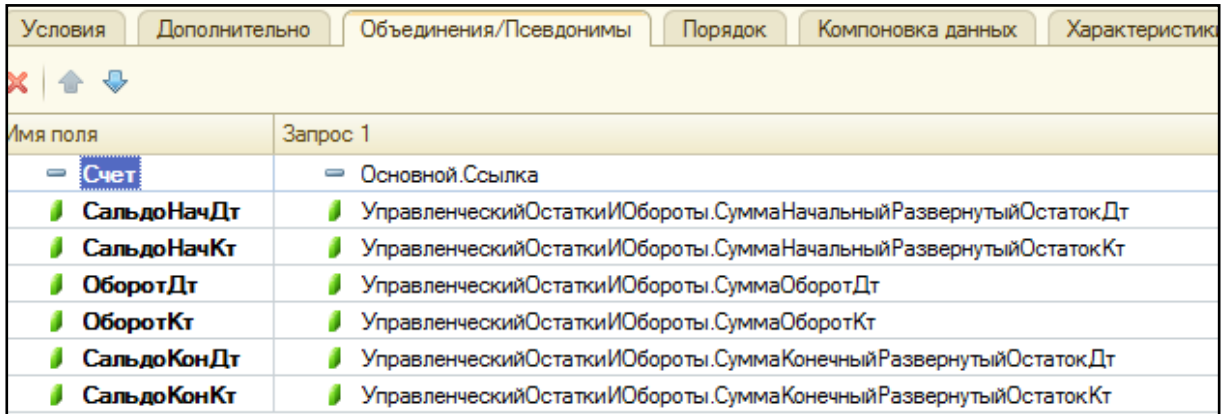

Рис. 82. Конструктор запроса
6. Закладку Объединения/Псевдонимы отредактировать по рис. 82. Нажать ОК.